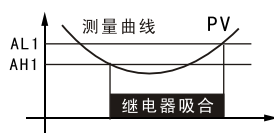

图2
(3) 设定 AH1<AL1, 当测量值 \leq AH1时, 继电器吸合; 当测量值 \geq AL1时继电器释放。继电器动作情况见图2, 常用于下限报警。
(4) 吸合值不等于释放值, 其之间的区域构成回程不动作区。通常回程不动作区为3~5个字。